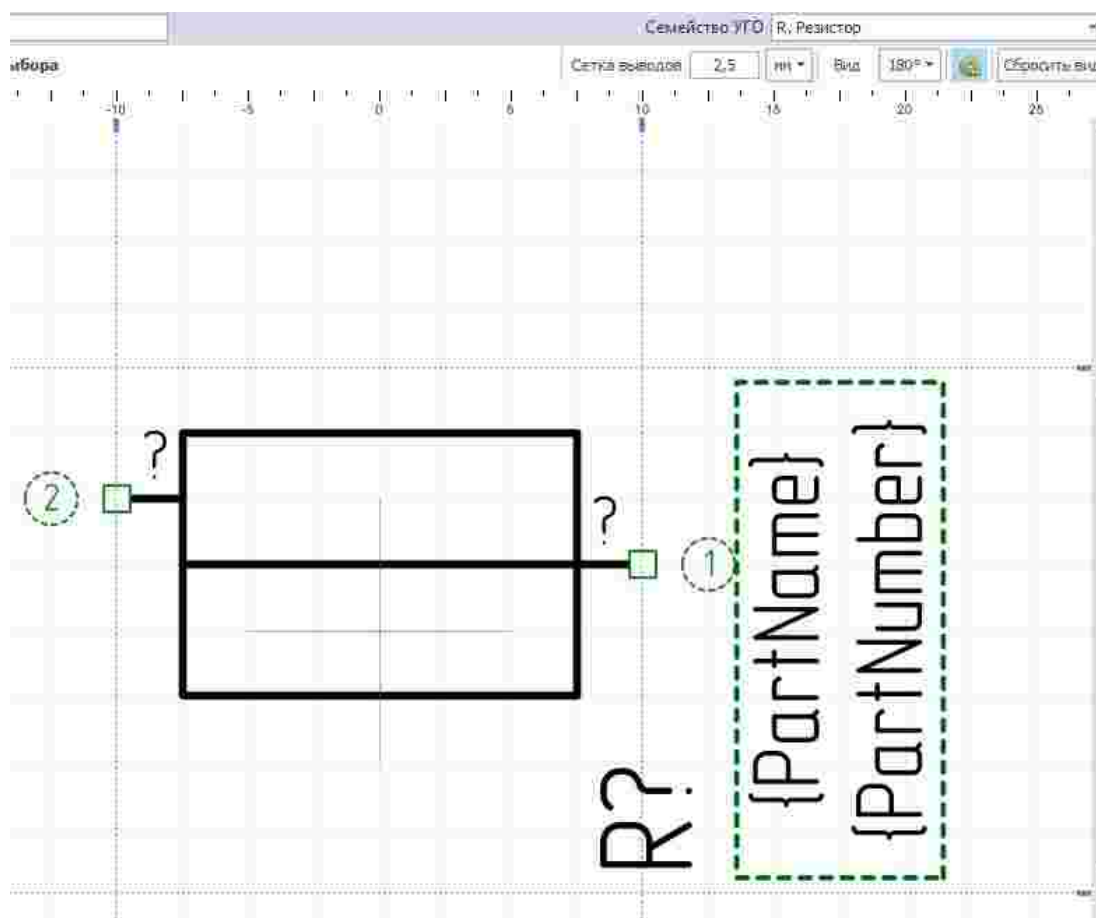

Рис. 200 Настройка параметров графики и атрибутов для отличного от базового представления (при вращении на 180°)
5. Переключитесь на следующее выбранное представление (например, «180°») и настройте графику УГО и атрибуты, см. Рис. 200.